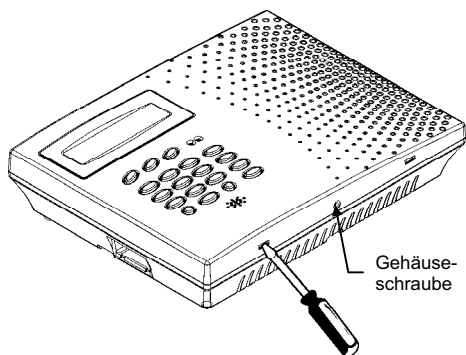

Abbildung 2.4: Öffnen des Gehäuses
3. Drücken Sie mit einem Schraubenzieher die Entriegelungslaschen vorsichtig los, wie in Abbildung 2.4 dargestellt.
7. Verbinden Sie das schmale Flachkabel der GSM800 PCB (5) mit dem Control Panel (Hauptplatine) PCB.